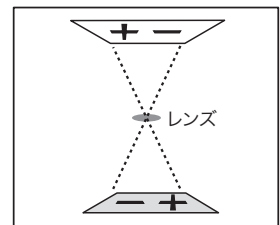

図 2
- (2)自分で描いた絵に光を当てると、絵のないところの静電気が消えてしまうので、絵と同じ形の静電気(まだ、見えません)の絵(-)だけが感光紙に残ります。これを『露光』といいます。(図2)